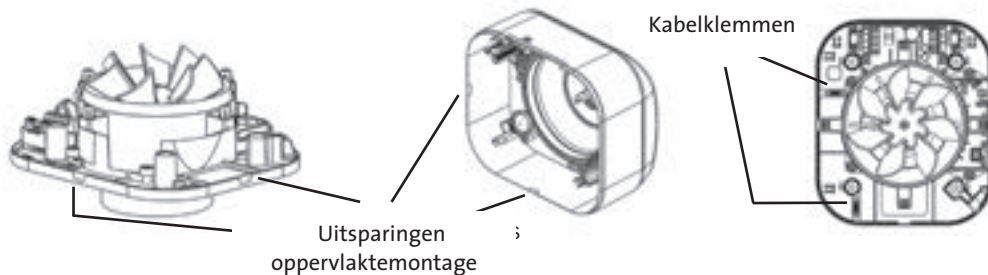

Figuur 2.a
- Strip de kabel tot op de correcte lengte zoals afgebeeld op Figuur 2.a.
- Schuif de kabel in de kabelingang (A) en maak hem vast met de kabelklem (B).
- Duw de draden in de aansluitklemmen (C) zoals op het elektrisch schema (zie deel 2.6.10). Draai de schroeven van de aansluitklemmen aan voor een goede verbinding.
- Strip de kabel tot op de juiste lengtes zoals afgebeeld op Figuur 2.a (deel 2.6.9) en dat voor zowel de ventilator als voor de Laagspanning-muurplaat.
- Bevestig de elektriciteitskabel (A) en zet hem vast met de voorziene kabelklem (B).
- Duw de draden in de aansluitklemmen (C) zoals op het elektrisch diagram (zie deel 2.7.6). Draai de schroeven van de aansluitklemmen aan voor een goede verbinding.
- Schuif de laagspanningskabel in de kabelingang (D), maak de kabel vervolgens vast met de kabelklem (E).
- Duw de draden in de aansluitklemmen (F) zoals op het elektrisch schema (zie deel 2.7.6). Draai de schroeven van de aansluitklemmen aan en zorg voor een goede verbinding.